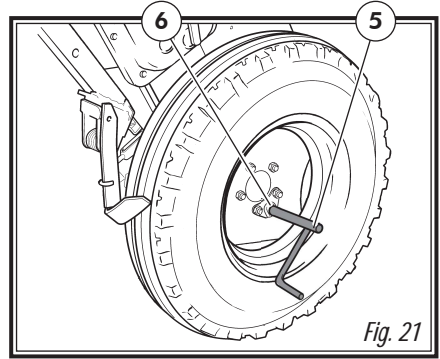

Fig. 21
**3r paso:** enclavar la palanca de los husillos (5, fig. 21) en el alojamiento (6, fig. 21) de la rueda izquierda y se dan algunas vueltas a la rueda hasta que el fertilizante empiece a caer.